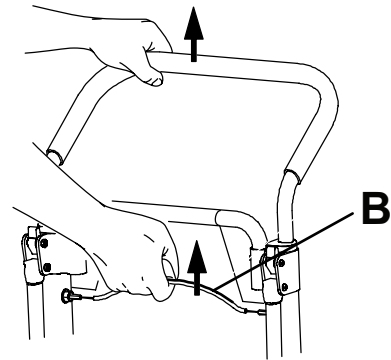

Abbildung 7 – Entriegelungskabel des oberen Lenkbügels
3. Bediener am Kopfende: Mit einer Hand am roten Entriegelungskabel (B) des oberen Lenkbügels ziehen (Abbildung 7). Mit der anderen Hand den Griff nach oben und ganz herausziehen. Das Kabel loslassen und sicherstellen, dass der Griff auf beiden Seiten in der voll ausgefahrenen Position arretiert ist.